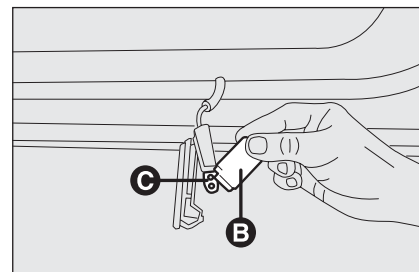

fig. 36
- appuyer latéralement sur l'écran de l'ampoule **B**-fig. 36 en correspondance des deux pivots de fixation et le tourner;
- remplacer l'ampoule **C**-fig. 36 insérée à pression;